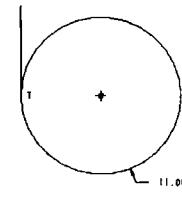

图 1-21 绘制圆
(7) 单击 按钮绘制圆，并单击 按钮选择与上一步所绘直线相切，如图 1-21 所示。